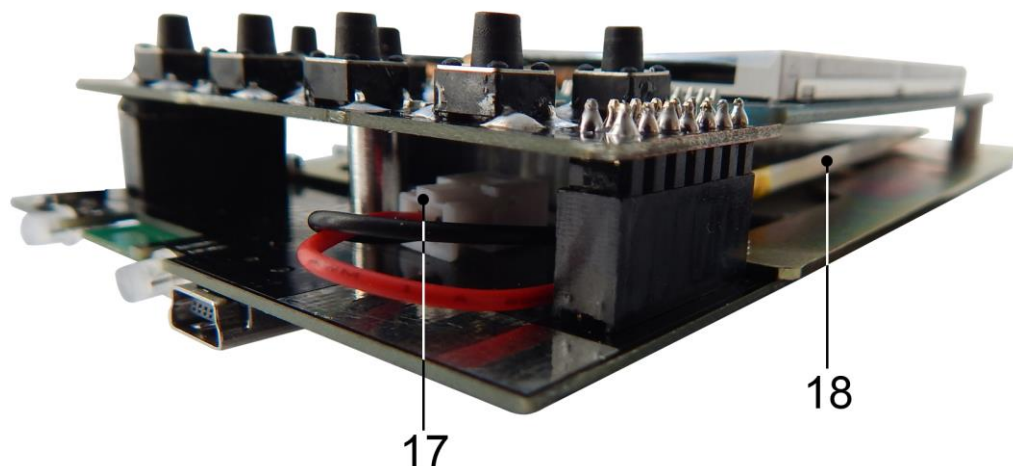

Рисунок 9.4.3 – Замена аккумулятора
9.4.6. Аккумулятор (18) находится на шасси под модулем экрана и закреплен двухсторонним скотчем. Осторожно отсоедините разъем (17) аккумулятора от разъема, который расположен на печатной плате, под модулем кнопок управления (Рисунок 9.4.3). Извлеките старый аккумулятор (18) и удалите старый двусторонний скотч, которым он был прикреплен к шасси.